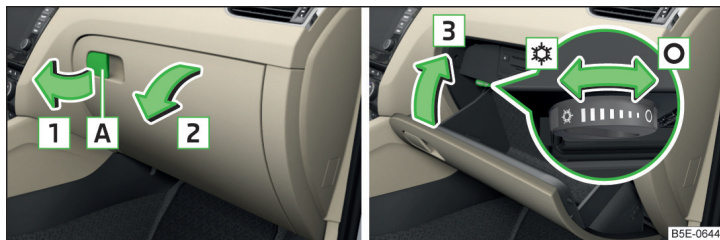

Fig. 85 Deschiderea compartimentului/închiderea compartimentului și operarea admisiei aerului
- Pentru **deschidere** trageți mânerul **A** în sensul săgeții **1** și rabatați capacul în sensul săgeții **2** » fig. 85.
- Pentru **deschidere**, rotiți comutatorul rotativ până la capăt în poziția **☼** » fig. 85.